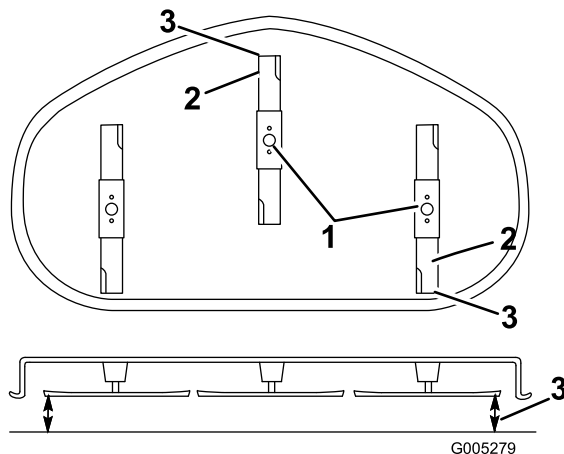

Figura 42
5. Ponga la altura de corte en **D** (76 mm) y gire con cuidado las cuchillas hasta que estén alineadas hacia adelante y hacia atrás (Figura 42).
6. Mida entre la punta de la cuchilla delantera y la superficie plana y entre la punta de la cuchilla trasera y la superficie plana (Figura 42). Si la punta de la cuchilla delantera no está entre 1,6 y 7,9 mm más baja que la punta de la cuchilla trasera, ajuste la contratuerca delantera.
9. Compruebe la inclinación longitudinal de nuevo después del ajuste. Siga ajustando la tuerca hasta que la punta de la cuchilla más avanzada esté entre 1,6–7,9 mm más baja que la punta de la cuchilla más atrasada (Figura 42).